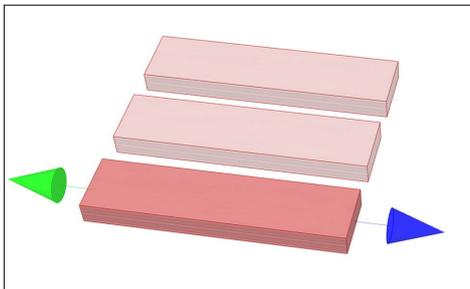

図 6-3 基準となる材料
① 材料の名称	選択した材料の名称が表示されます。材料を複数選択している場合は、基準 (図 6-3) となる材料の名称が表示されます。
② 材料の寸法	選択した材料の寸法が表示されます。材料を複数選択している場合は、基準 (図 6-3) となる材料の寸法が表示されます。
③ 選択情報	複数の材料が選択されている場合に、選択されている材料数が表示されます。
② 「接続」 ボタン	選択したパーツを親パーツと接続 (連動) させます。接続すると、親パーツが持つ情報 (トルク・速度など) が子パーツに引き継がれ、子パーツの回転方向・回転速度・動作状態が自動的に計算・反映されます。
③ 「切断」 ボタン	親パーツとの接続 (連動状態) を解除します。切断すると、選択したパーツと親パーツとの連動が解除されると同時に、そのパーツに連動している子パーツとの接続もすべて解除されます。
④ 回転方向切替ボタン (左回り/右回り)	パーツの回転方向を切り替えます。ボタンをタップ (クリック) することで、回転方向が左回り・右回りに切り替わります。
⑤ トルクメーター	選択したパーツに伝達されたトルク (回転力) の大きさを表示します。 メーター上の逆三角マークは基準値 (図 6-6) を示します。 材料を複数選択している場合は、基準 (図 6-3) となるパーツのトルクが表示されます。
⑥ 速度メーター	選択したパーツに伝達された回転の速さ (回転速度) を表示します。 メーター上の逆三角マークは基準値 (図 6-6) を示します。 材料を複数選択している場合は、基準 (図 6-3) となるパーツ速度が表示されます。
⑦ 表示切替ボタン (% ⇄ 比)	トルクメーター、速度メーターの表示形式を切り替えます。ボタンをタップ (クリック) することで、%表示・比表示に切り替わります。 %表示 : 基準値 (100%) に対する割合を表示します。 比表示 : 基準値に対する倍率を表示します。
⑧ 階層ナビゲーション	選択したパーツの階層関係 (親子関係) を示します。材料を複数選択している場合は、基準 (図 6-3) となるパーツの階層関係が表示されます。